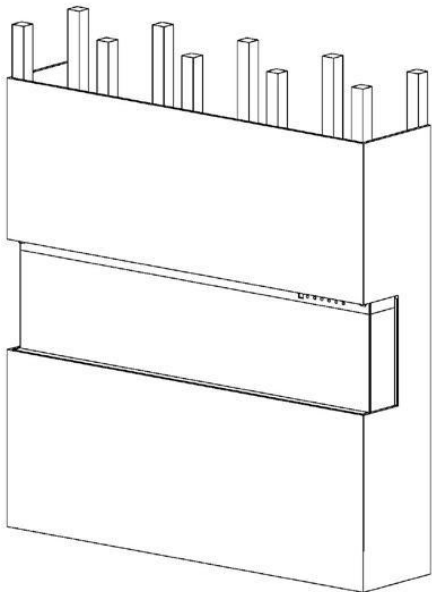

Fig.3-4
7. Cubra el panel de vidrio con una bolsa de plástico protectora e instale la madera contrachapada o el panel de yeso. Fig.3-4